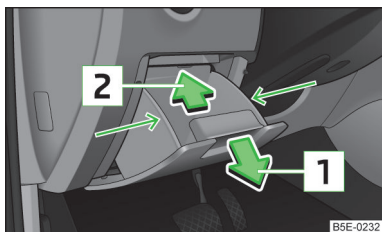

Fig. 207
- > Prindeți compartimentul de depozitare lateral, în zona săgeților » fig. 207.
- > Înlocuiți siguranța corespunzătoare » fig. 207 la pagina 237.